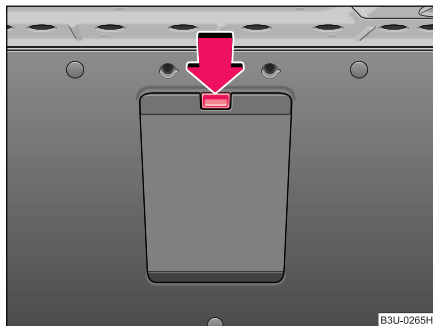

Fig. 65 Portbagajul: Capac pentru sacul de depozitare extinsă
- Apăsăți tasta de descuiere a capacului sacului pentru depozitare extinsă ⇒ Fig. 65 și rabatați-l în jos.